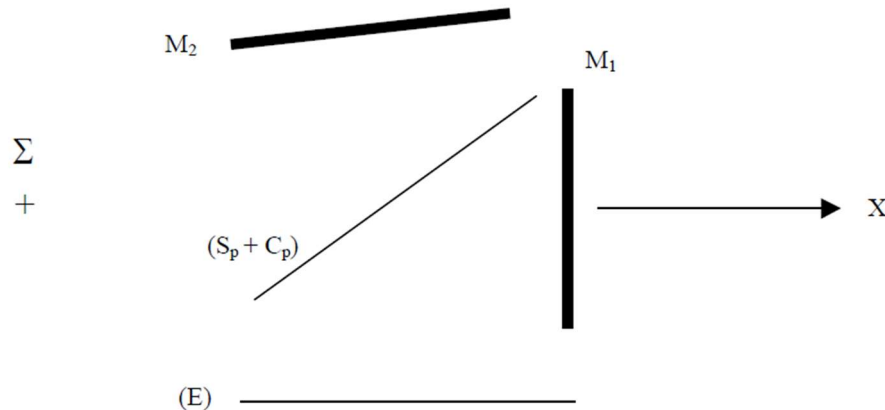
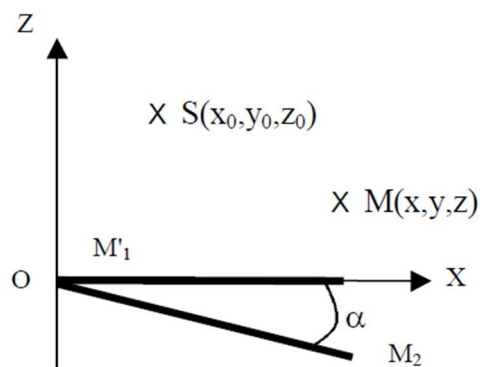

Figure 3: Interféromètre de Michelson en coin d'air
Figure 4: Coin d'air
On règle maintenant l'interféromètre de Michelson, éclairé par une source ponctuelle  $\Sigma$  émettant à la longueur d'onde  $\lambda$ , avec les miroirs  $M_1$  et  $M_2$  ne faisant plus un angle droit mais un angle  $\frac{\pi}{2} - \alpha$  où  $\alpha$  est angle très faible (Figure 3).
- 1- Montrer que le système considéré est équivalent à un coin d'air (Figure 4). Faire un dessin avec deux rayons issus de E interférant en un point M de l'écran (E) disposé perpendiculairement à  $M_1$ , à partir de la Figure 3.